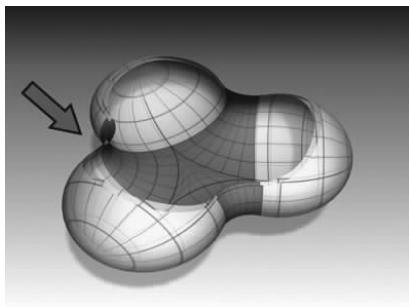

图 5-79 3 个曲面之间的多边混合曲面 ▲
- (创建多边混合曲面): 多边混合曲面的边由 3 个或 4 个其他曲线或曲面子对象定义, 如图 5-79 所示。与规则、混合曲面不同, 曲线或曲面的边必须形成闭合的环, 即